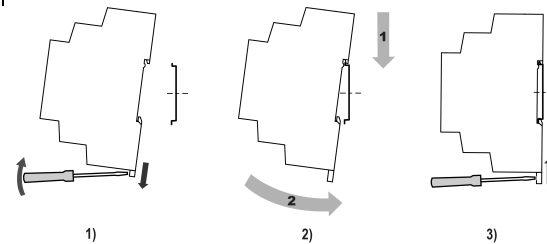

Рисунок 1 – Монтаж пристрою
2. Вставивши викрутку у вушко, відтягнути защіпку (див. рисунок 1, 1). Пристрій установити на DIN-рейку.
3. Пристрій притиснути до DIN-рейки (див. рисунок 1, 2, стрілки 1 і 2). Викруткою повернути защіпку у початкове положення.